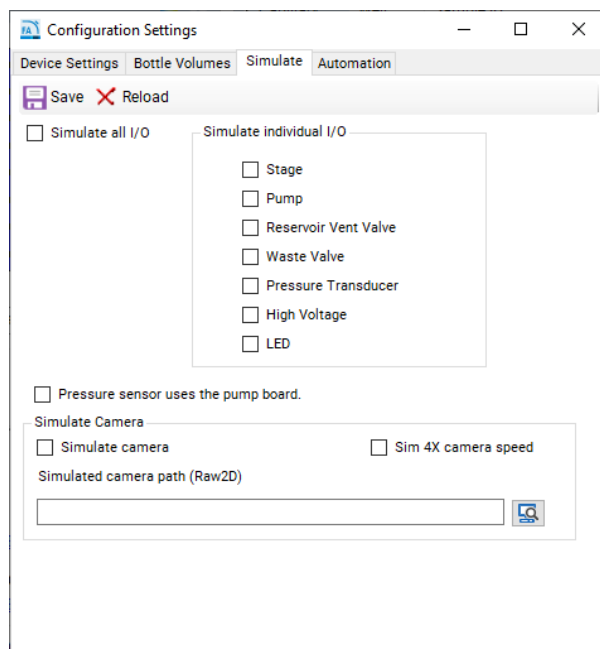

Figura 109 Menú de configuración de la simulación del sistema 5400 Fragment Analyzer
- 3 Seleccione la pestaña **Simulate** (Simular) (**Figura 109**).
En la **Figura 109**, se simulan todos los componentes individuales excepto el mecanismo de la plataforma, lo que permite comprobar el movimiento de la plataforma durante la simulación de métodos de bombeo y separación por alta tensión.